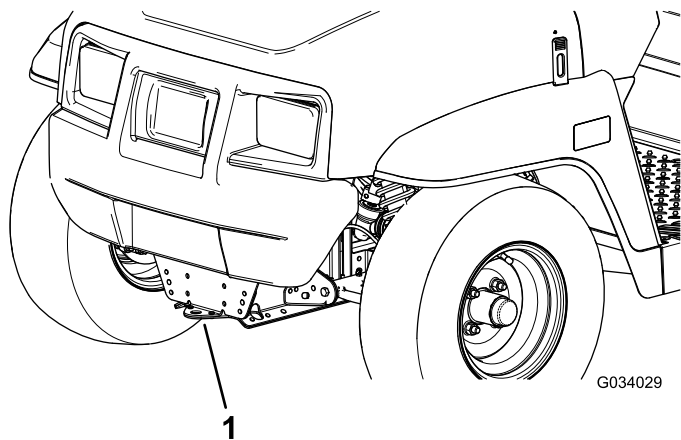
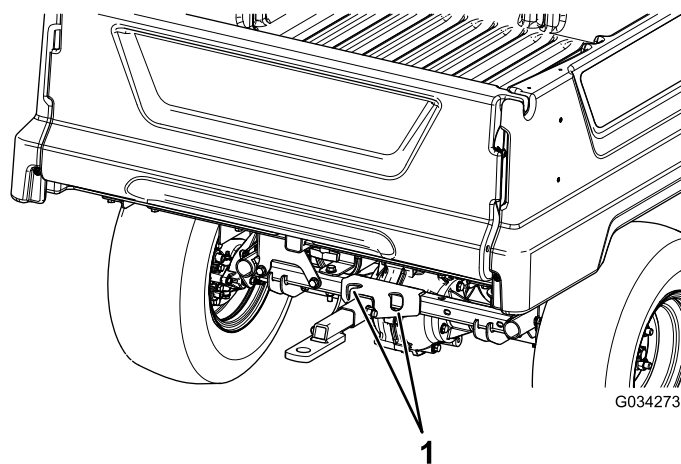

图 21
图 22
请参阅图 21 和图 22 查看机器栓系点的位置。
2. 将拖绳系在机器机架前面的拖曳板上图 21。